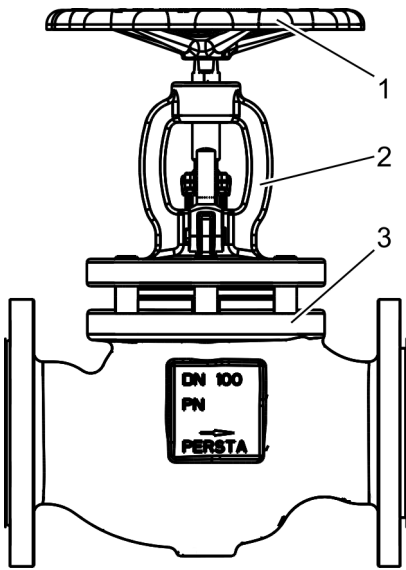

Abb. 27: Handrad betätigen
6. ▶ Handrad (Abb. 27/1) in Schließrichtung ("Shut") betätigen.
⇒ Der Bügelaufsatz (Abb. 27/2) hebt sich vom Gehäuse (Abb. 27/3) ab.
7. ▶ Zwei gleich hohe Distanzstücke gegenüberliegend zwischen Gehäuse (Abb. 27/3) und Bügelaufsatz (Abb. 27/2) positionieren.
8. ▶ Handrad (Abb. 27/1) in Öffnungsrichtung ("Open") betätigen.
⇒ Der Bügelaufsatz (Abb. 27/2) senkt sich auf die Distanzstücke ab.
9. ▶ Sicherstellen, dass Bügelaufsatz (Abb. 27/2) parallel zum Gehäuse (Abb. 27/3) auf den Distanzstücken aufliegt.
10. ▶ Handrad (Abb. 27/1) in Öffnungsrichtung betätigen.